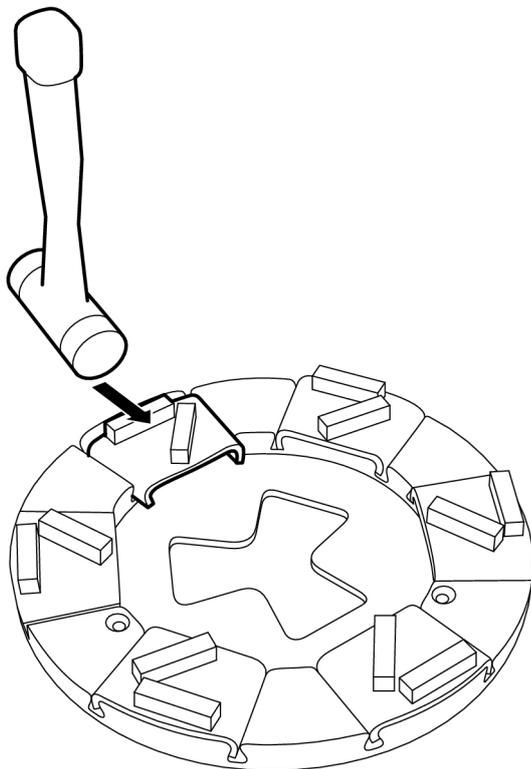

Abbildung 4-5. Lösen der Schleifwerkzeuge
1. Lösen Sie das Schleifwerkzeug durch einige leichte Schläge mit einem Gummihammer, bis sich die Verriegelung lockert, siehe Abbildung 4-5, seite 19. Heben Sie anschließend das Werkzeug aus der Führung.